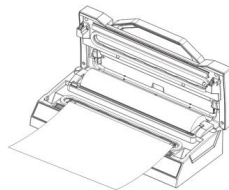

Fig.1
3. Placez l'extrémité ouverte du sac dans la zone de la chambre sous vide. Assurez-vous que l'entrée d'air n'est pas recouverte par le sac. – **Fig. 1**